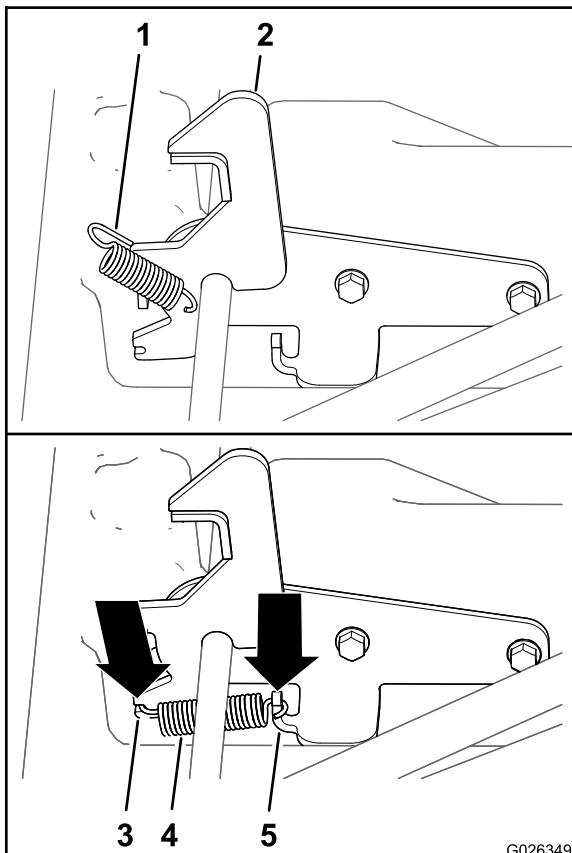

Bild 12
5. Fluchten Sie die langen Zungen einer Feder mit dem Federsattel des Riegels aus (Bild 12).
6. Befestigen Sie die kurzen Zungen der Feder an der Federstrebe des Riegels (Bild 12).
7. Wiederholen Sie die Schritte 5 und 6 für den anderen Riegel und die Feder (Bild 12).